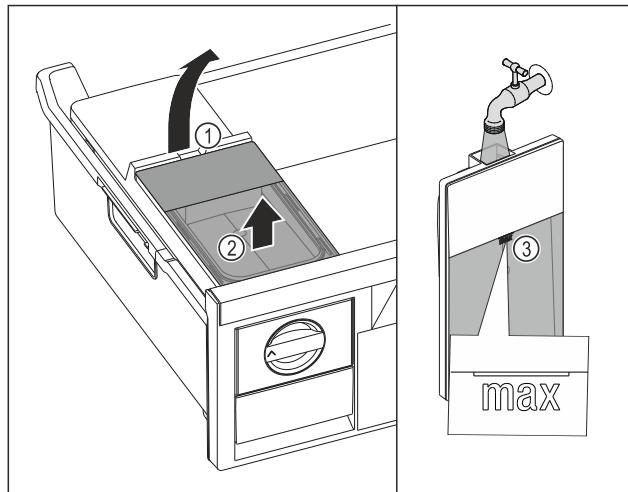

Fig. 91
- Поднимите бак для воды за выемку Fig. 91 (1).
- Извлеките бак для воды движением вверх. Fig. 91 (2)
- Наполните бак для воды питьевой водой до отметки Fig. 91 (3).